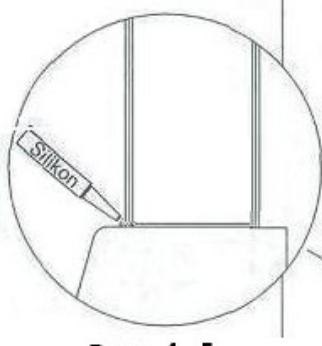

Рис. 4-5
11. Обработайте места соединения душевого ограждения со стеной и полом (поддоном) санитарным герметиком (рис. 4-5).